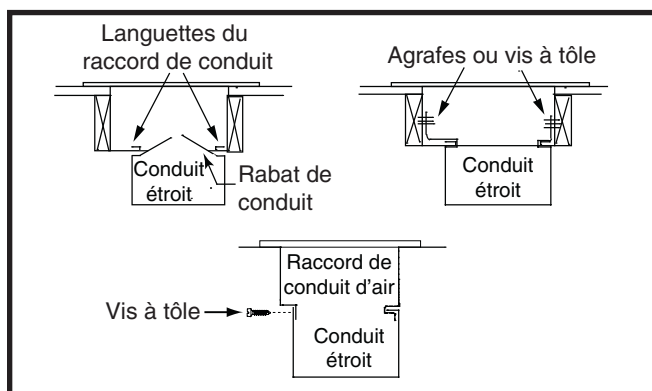

Figure 12. Conduits étroits
4. Pliez les languettes inférieures du raccord de conduit vers le haut et serrez-les le plus possible contre le conduit d'alimentation en air. Consultez la Figure 12 \(page 8\).